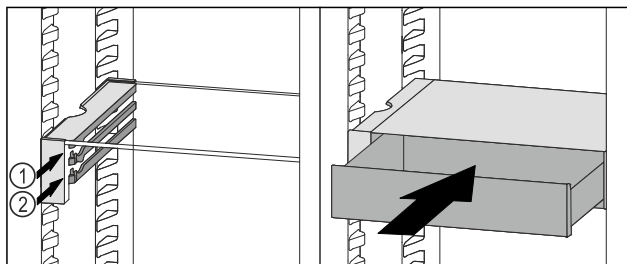

Fig. 80
- ▶ Встановити висувний ящик VarioSafe за стопорами на потрібне ребро Fig. 80 (1) або Fig. 80 (2).